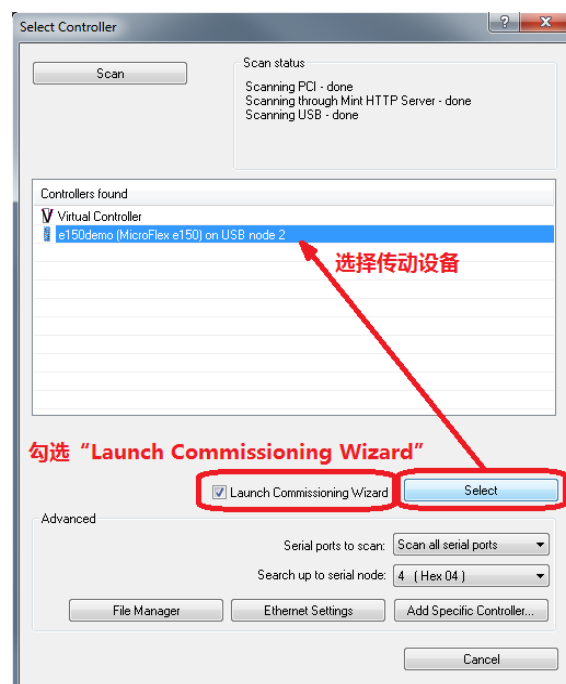

图2-3 选择传动设备，启动Commissioning Wizard
- 确保勾选“Launch Commissioning Wizard”，如图2-3所示。“Launch Commissioning Wizard”只需在首次调试传动设备时启用。